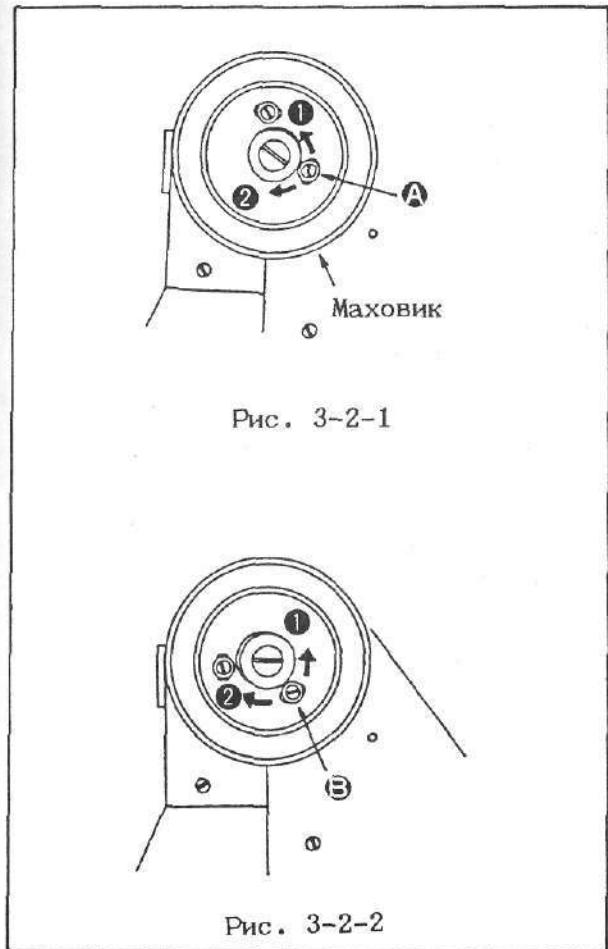

Рис. 3-2-1
Подняв иглу до самой верхней позиции, ослабить винт ①, показанный на рис. 3-2-1, и отрегулировать позицию останова иглы в пределах прорези.